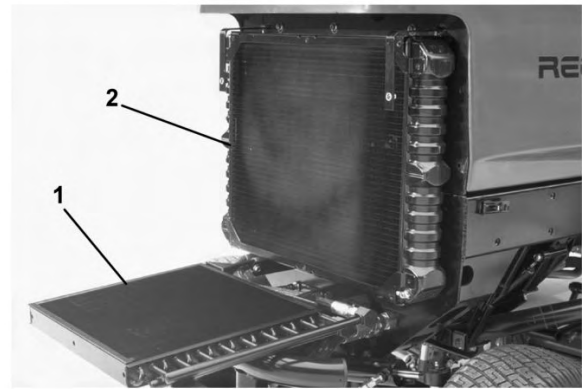

Figure 73
3. Dévissez les boutons et rabattez le refroidisseur d'huile en arrière (Figure 73). Nettoyez soigneusement les deux côtés du refroidisseur et la surface autour du radiateur à l'air comprimé. N'utilisez pas d'eau. Ouvrez le capot et soufflez les débris vers l'arrière de la machine. Redressez le refroidisseur d'huile à sa position d'origine et resserrez les boutons.